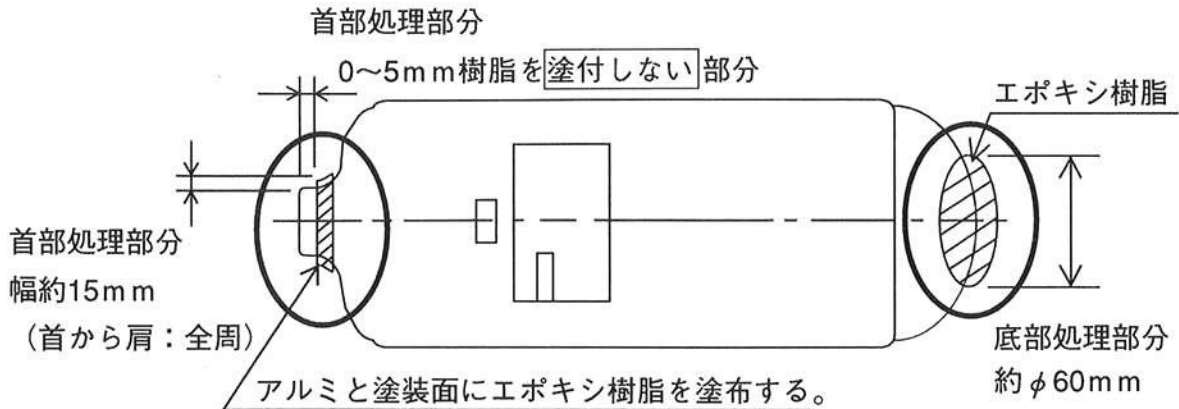

図2 首部及び底部の水浸入防止処理部分
- ① 図2に示す首部と底部の処理部分の汚れを中性洗剤で水洗いして取り除いてください。洗浄後は、ウエスで水分を拭き取ってください。